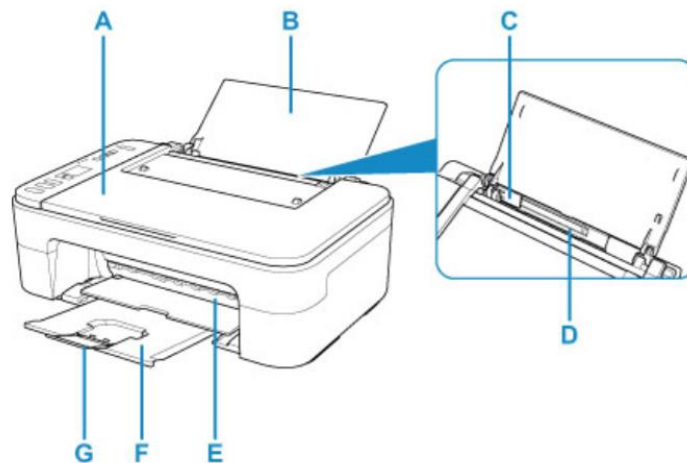

Рисунок 1.6 – Вигляд спереду
- Вигляд спереду (див. рис. 1.6):